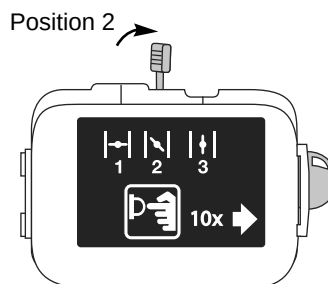

Fig. 9
7. Mettez le levier d'  trangleur en Position 2 (Fig. 9).